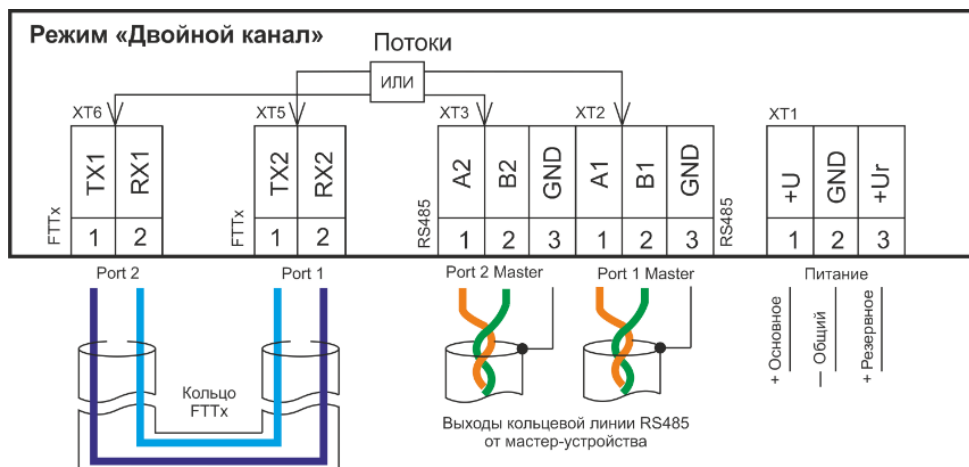

Рисунок 96. Использование RS485/FTTx-S-SC в режиме «Двойной канал»
- Режим «двойной канал» (рисунок 96) предназначен для формирования основной и резервной (кольцевой) оптоволоконной линии связи от мастер-устройств с двумя выходными портами RS485, имеющими возможность осуществлять контроль линии RS485 на обрыв (ОЛС ВПУ-A24/700 и аналогичные).